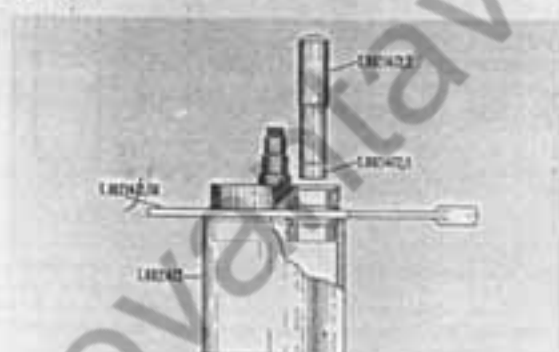

Fig. 52 Op. 1 - Smontaggio semialbero lato frizione.
5) - Con la pressa 5479/A separare i due semialberi dal bottone di manovella (ved. op. 1 e 2 di fig. 52 - 53).